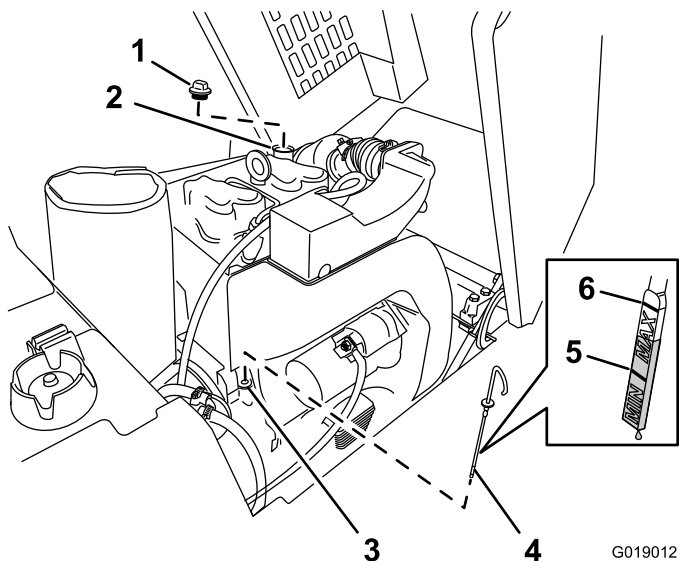

Figure 27
4. Nettoyez la surface autour de la jauge d'huile et du trou (Figure 27).
8. Si le niveau d'huile est inférieur au repère Min. sur la jauge (Figure 27), procédez comme suit :
- A. Nettoyez la surface autour du bouchon de remplissage d'huile et enlevez le bouchon (Figure 27).
- B. Versez lentement la quantité d'huile nécessaire pour amener le niveau entre les repères Min. et Max. (Figure 27).
- C. Remettez le bouchon de remplissage d'huile en place (Figure 27).